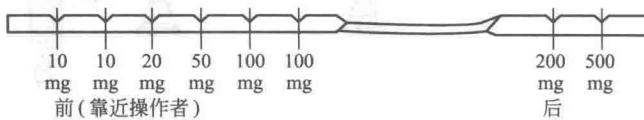

图 1-5 环码指数盘和环码
(1) 指数盘 共有三个，分别印有挂码和环码的质量值。
(2) 砝码 全部砝码分 3 组，挂码(10g 以上组、1~9g 组)和环码(10~990mg 组)，分别装在 3 个机械加码转盘的挂钩上。如图 1-5 所示为环码指数盘和环码。